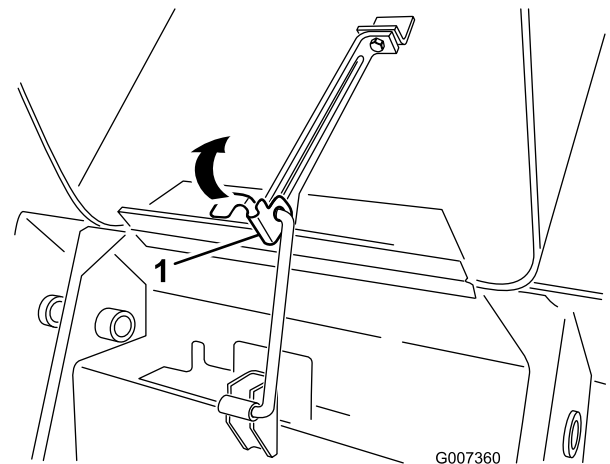

Figure 27
1. Tirez la languette de fixation de la béquille (Figure 27)